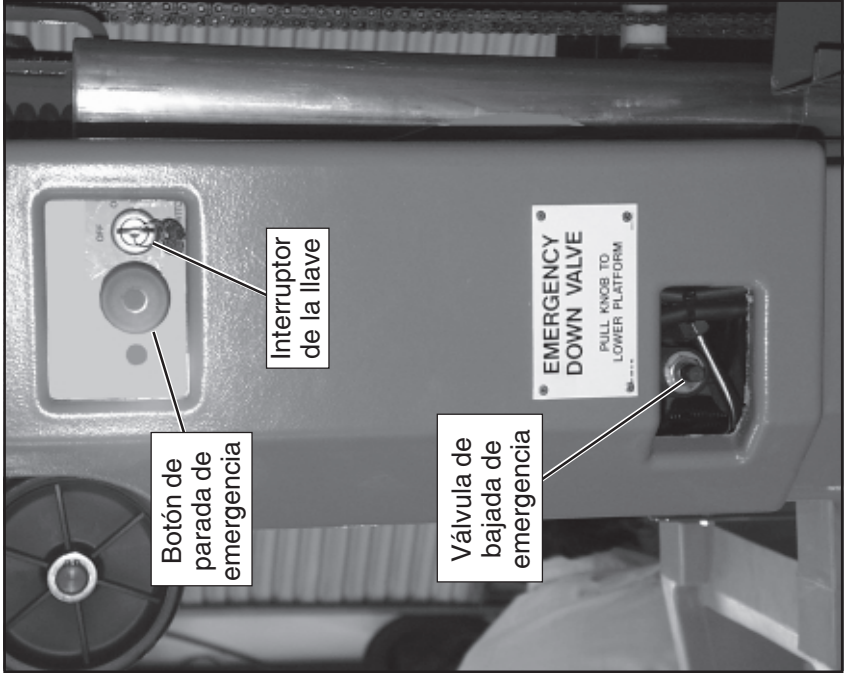

Figura 5: Controles de la base
- Gire la llave a la posición de **ON** (encendido), el interruptor de la llave está ubicado del lado izquierdo del mástil (figura 5).
Pídale a alguien que se encuentre en el piso que abra la válvula de bajada de emergencia para bajar la plataforma. Esta válvula se encuentra a través de un disyuntor en la tapa de la unidad de energía del lado izquierdo del mástil (figura 5).